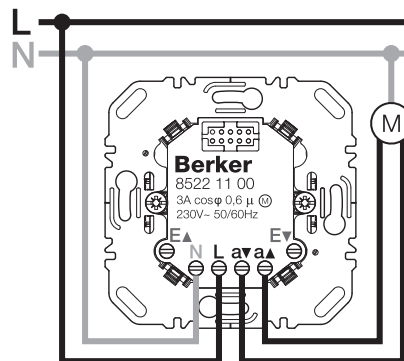

Bild 2: Anschlussplan Jalousieeinsatz
- Jalousieeinsatz gemäß Anschlussplan (Bild 2) anschließen